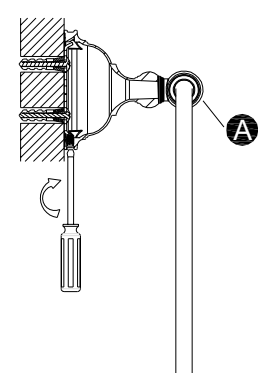

Fig. 5
5. Coloque el aro para toalla **A** sobre la abrazadera de montaje **CC** y apriete el tornillo de ajuste en el poste del aro para toalla **A** con un destornillador de cabeza plana pequeño (Fig. 5).